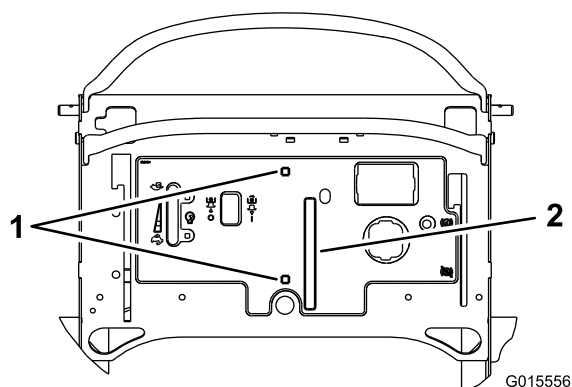

Figure 9
1. En vous servant de la tour comme modèle, découpez une fente dans l'autocollant pour le levier de commande de vitesse et des trous carrés pour les boulons de carrosserie (Figure 9).